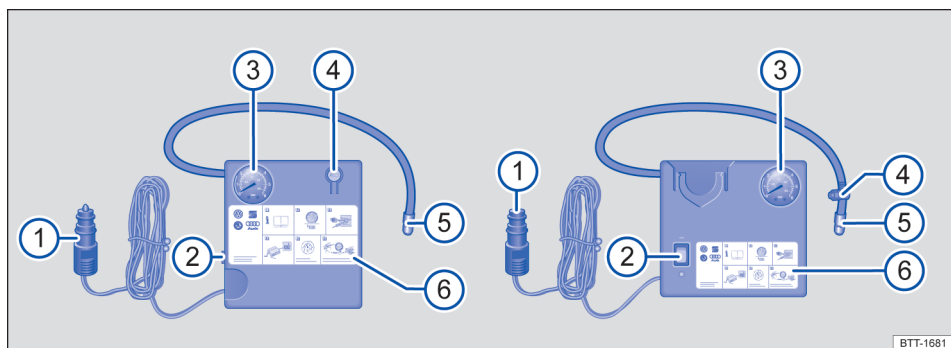

Fig. 212 Representação esquemática: compressor do kit de reparo dos pneus.
O compressor do kit de reparo dos pneus é composto dos seguintes componentes → Fig. 212:
- Rosquear a mangueira de enchimento dos pneus → Fig. 212 ④ do compressor de ar com firmeza na válvula do pneu.
- Verificar se o parafuso de sangria de ar → Fig. 212 ② está fechado.
- Conectar o conector do cabo de 12 V → Fig. 212 ⑤ numa tomada 12 V no veículo → Página 185.
- Ligar o compressor de ar com o interruptor ON-OFF → Fig. 212 ①.
- Deixar o compressor de ar funcionar até atingir 2,0 – 2,5 bar (29 – 36 psi / 200 – 250 kPa) → ⚠️. **Tempo de funcionamento máximo: 8 minutos** → ①.
- Reconectar a mangueira de enchimento dos pneus → Fig. 212  e ler a pressão dos pneus no indicador da pressão dos pneus → Fig. 212 .